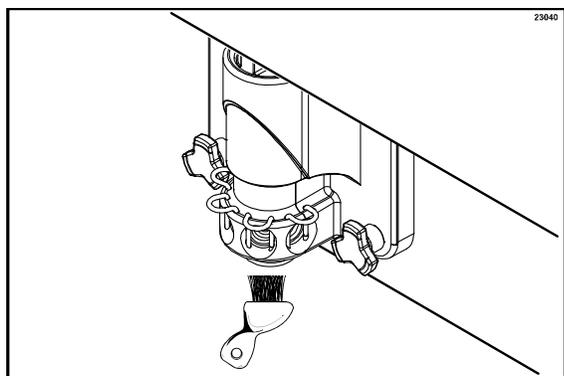

图 55
10. 携带少量清洗液回到冷冻机。在门出料口的下面放置一个桶，将门出料口刷子浸入清洗液中涮洗，并用刷子清洗冷冻门上的糖浆口、门出料口及传动混合搅拌器的底部、混合搅拌器刮刀和糖浆管线的管接头。（见图 55。）